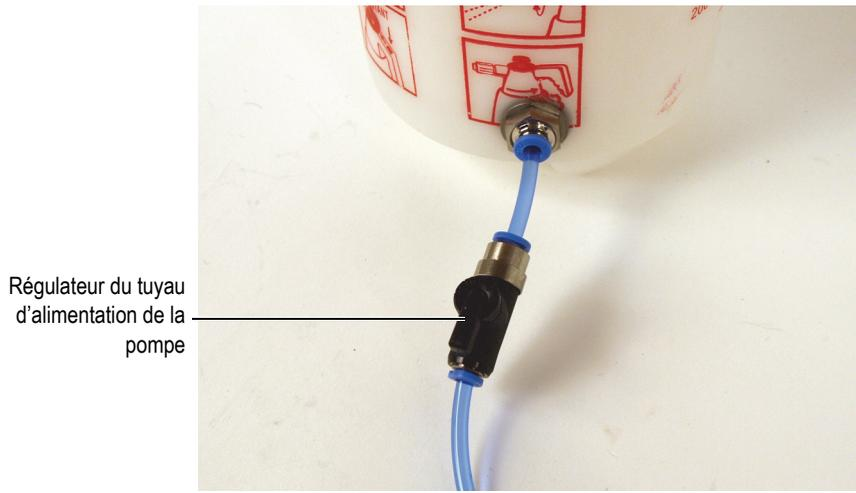

Figure 3-3 Régulateur du tuyau d'alimentation en position ouverte
3. Ouvrez le régulateur sur le tube d'alimentation de la pompe manuelle (Figure 3-3 à la page 50). Assurez-vous que la détente sur le dessus de la poignée de la pompe n'est pas enclenchée (Figure 3-4 à la page 51).